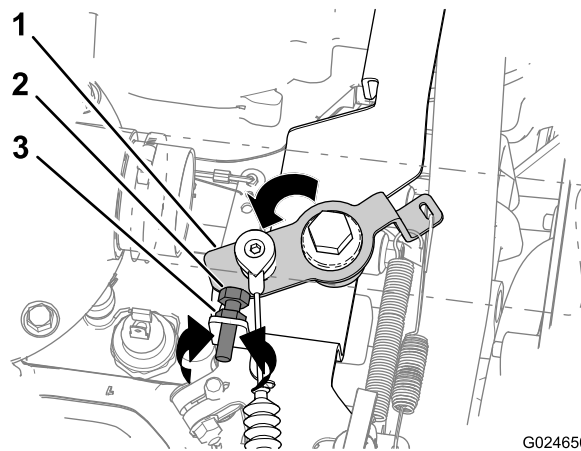
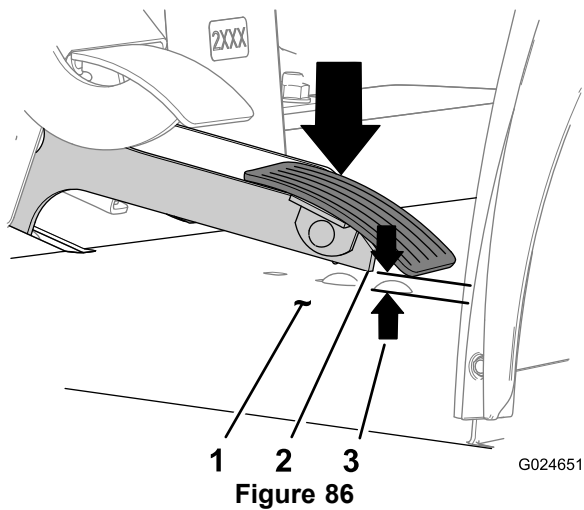

Figure 85
Figure 86
- A. Desserrez l'écrou de blocage qui fixe la butée de ralenti accéléré (Figure 85).
- Dans le sens horaire pour réduire le régime moteur (Figure 85).
- Dans le sens antihoraire pour augmenter le régime moteur (Figure 85).
- C. Resserrez l'écrou de blocage (Figure 85).
- D. Amenez le levier coudé contre la butée de ralenti accéléré (Figure 85).
1. Amenez et maintenez le levier coudé contre la butée de ralenti accéléré (Figure 85).
2. Mesurez l'espace entre la pédale d'accélérateur et le plancher sous la pédale (Figure 86).
3. Si l'espace entre la pédale d'accélérateur et le plancher (Figure 86) est supérieur ou inférieur à 6,35 mm, effectuez la procédure suivante tout en maintenant le levier coudé contre la butée de ralenti accéléré (Figure 85) :